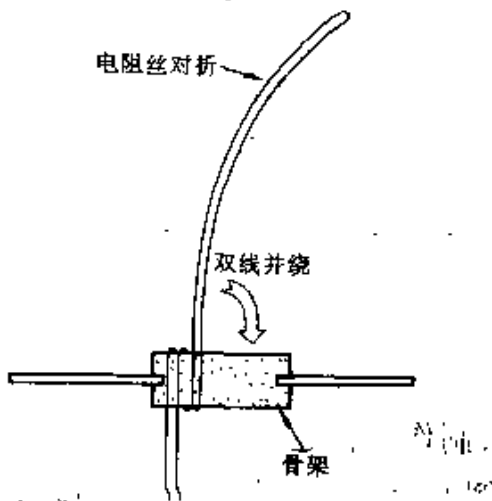

图 3-91
③ 根据所需要的电阻值截取一段电阻丝(其阻值应用万用表欧姆挡测量准确),将其对折后双股并绕在骨架上,如图 3-91 所示。将电阻丝对折后双股并绕,是为了消除电阻丝单股绕制所形成的电感。